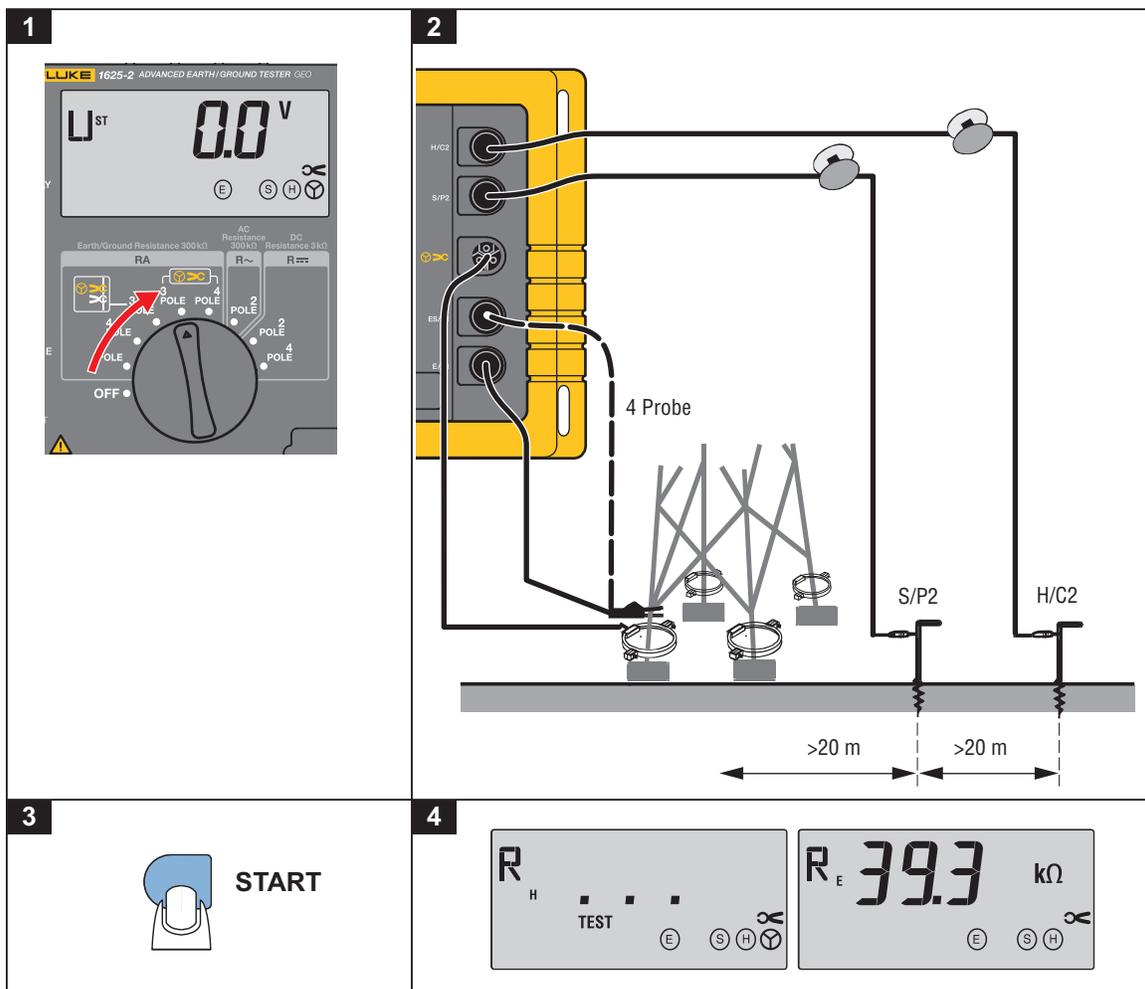

Figura 7. Resistenza di messa a terra senza scollegamento del filo di terra sospeso
Il nuovo metodo di misura impiegato da questo strumento prevede l'uso di un trasformatore di corrente esterno per rilevare il flusso di corrente effettivo attraverso l'elettrodo di terra, e permette di misurare le resistenze di tale elettrodo senza scollegare l'impianto di messa a terra o il filo di terra sospeso. Vedere la Figura 7.
1. Portare il selettore centrale alla posizione "**➤** R_E 3pole" o "**➤** R_E 4pole". Lo strumento deve essere collegato come indicato nella Figura 7 e nei messaggi visualizzati sul display.